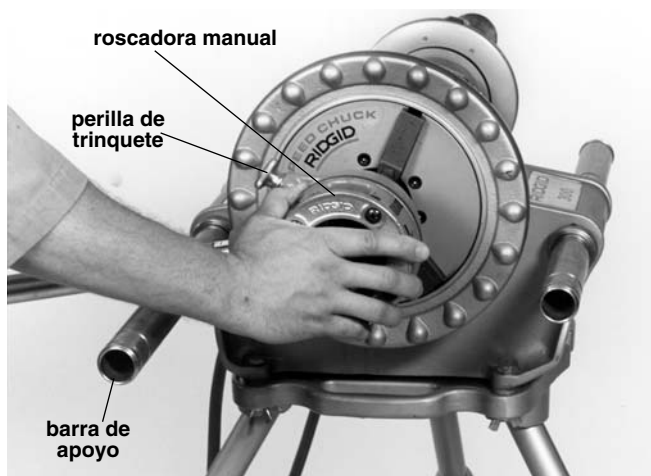

Figura 7 – Introducción de la roscadora manual en el tubo para engranar las terrajas
3. Pose el mango de trinquete de la roscadora manual sobre la barra de apoyo izquierda (vista desde la parte delantera del Accionamiento Autopropulsado - *Figura 7*).